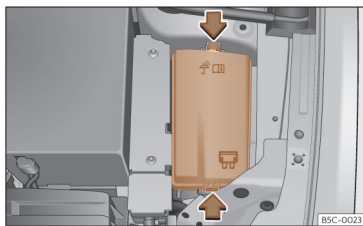

Fig. 204 No compartimento do motor: tampa da caixa de fusíveis.
- Pressione as patilhas de bloqueio para desbloquear a tampa da caixa de fusíveis >>> **Fig. 204**.